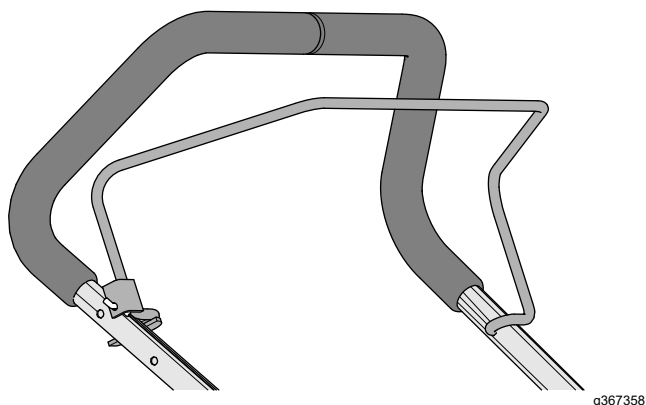

**Figur 10**
- Dra kabelkopplingen genom hålet i fästet på förarnärvaroreglaget enligt Figur 10.